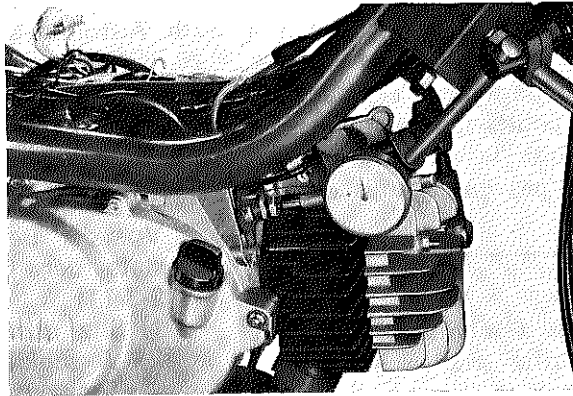

Fig. 2-3-9
3. Minimum Plunger Stroke Adjustment Fig. 2-3-9.
3. Réglage de la course minimum du plongeur: Fig. 2-3-9
3. Einstellen des Pumpenhubes Meßuhr gemäß Fig. 2-3-9 anbringen, Motor auf Leerlaufdrehzahl halten und überprüfen, ob der Kolbenhub den richtigen Wert hat. (Fig. 2-3-10)